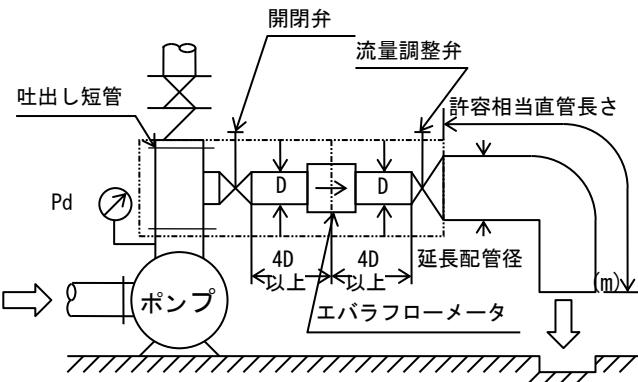

図18
- (1) 消火ポンプユニットの場合に附属される流量計で、吐出し短管から流量調整弁までの配管はしてありますので(図18の二点鎖線内)、それ以後の延長配管のみ施工してください。
- (2) 試験配管の損失水頭が、ポンプの吐出し圧力より大きい場合は、規定水量が流れませんので、流量調整弁以降の延長配管は、下表より選び、できるだけ短く(延長配管の相当直管長さが下表の値以下となるように)してください。